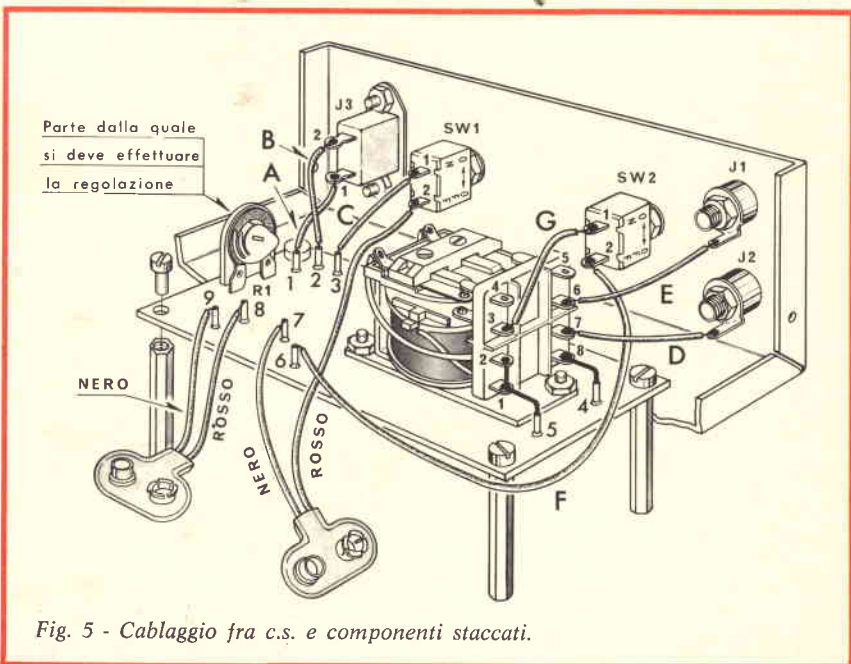

Fig. 5 - Cablaggio fra c.s. e componenti staccati.
- Montare il relè orientandolo secondo il disegno e fissandolo mediante due viti del $\varnothing 3 \times 6$ mm con relativi dadi. (Vedi particolare in fig. 5).
- Collegare i terminali 1 e 2 del relè all'ancoraggio 5 del circuito stampato mediante uno spezzone di filo il più corto possibile - fig. 5.
- Montare i quattro distanziatori esagonali al circuito stampato mediante quattro viti del $\varnothing 3 \times 6$ mm - fig. 5.
- Montare i due interruttori SW1 - SW2 orientandoli secondo il disegno - fig. 5.
III FASE - Cablaggio Fig. 5